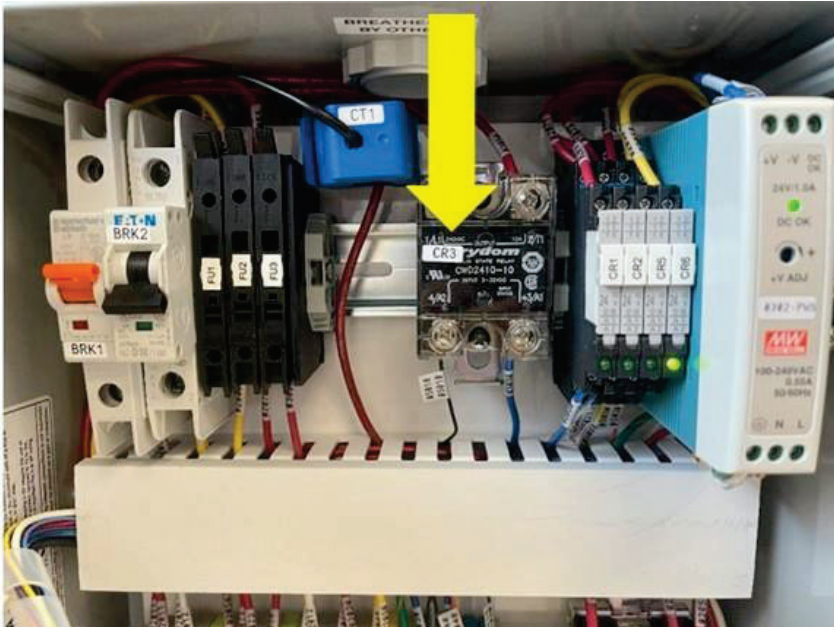

Figura 9-4: Relé de estado sólido de la bomba de vacío
4. Encuentre el relé de estado sólido de la bomba de vacío (vea la **Figura 9-2, elemento n.º 19**) y tome nota de los números y ubicaciones de los cables. **Vea la Figura 9-4.**
5. Utilice un destornillador para retirar los cuatro cables. **Vea la Figura 9-4.**
- **Vea la figura 9-4.**
3. Vuelva a instalar los cables en los contactos correspondientes. Los cables de VDC inferiores deben instalarse como se muestra en la **Figura 9-4** debido a la polaridad.